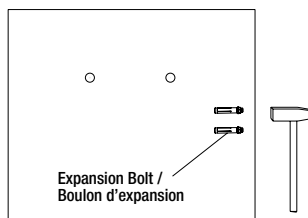
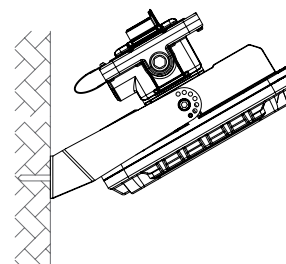

Fig. 31
Fig. 32
Step 2: Knock the expansion bolts into the wall (Figure 31). Connect the fixture to the bracket and tighten the screws (Figure 32).
Étape 2 : Enfoncez les boulons d'expansion dans le mur (figure 31). Connectez l'appareil au support et serrez les vis (figure 32).